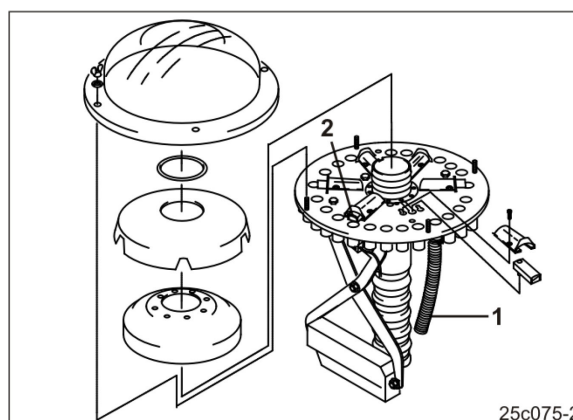

Рис. 122
1. Подставьте под сливное отверстие (Рис. 122/1) подходящую емкость (емкость не менее 35 л).